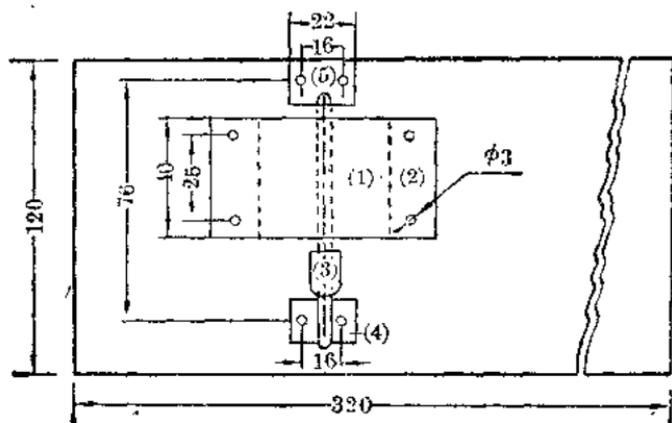

图 21 电动机铁芯俯视图
a. 做底座板 取较坚实的三夹板或五夹板一块,尺寸如图 21 所示,并用木钻钻 8 个孔(如无手摇钻,可用适当大的小
**b. 试装电动机铁芯** 先把后支架用铁螺丝钉照图 21 固定好，在底座木板下面加套垫圈一片，并加上螺帽，拧紧。
将做好的转子铁芯的短轴插入后支架孔内。再套上前支架，用同法固定好。用手拨转转子，再次检查各极是否能平衡。然后把定子铁芯套上去（见图 21），再用同法加垫圈螺帽固定好，再检查试转，观察定子脚和转子极缘，是否达到能有最小的空隙，而且又不互相碰触到，使转子在制成后可在最有效的磁场内迅速灵活转动无阻（如距离不正确，可以把孔作些修改，或把定子脚用木板垫高）。
i. 把制作完成的转子,装入如图 21 装配的支架内,再试转转子,再度检查是否能平衡,是否位置正确,有无与定子线圈或铁芯碰触,与定子脚是否有最小的空隙,一一加以检验并校正。